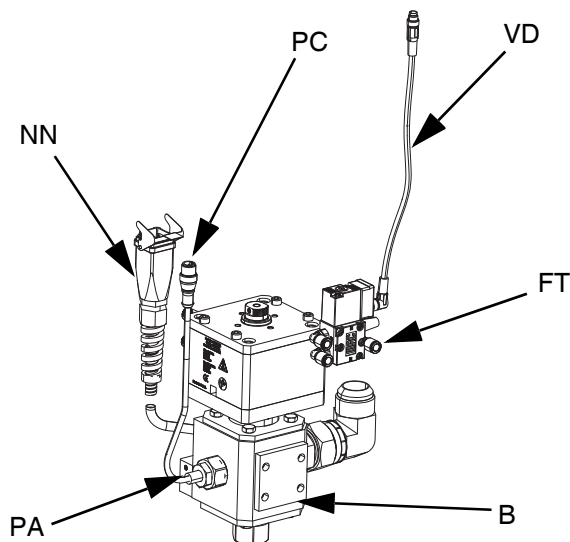

FIG. 24
- 9. Collegare la linea dell'aria (AR) (non fornita) al raccordo dell'aria (FT) sul solenoide della valvola di erogazione. Vedere il manuale di "Istruzioni per valvole di erogazione assiali - Parti". Vedere FIG. 24.
Vedere **Collegamenti di comunicazione del comando elettrico** per pistoni singoli a pagina 16. Vedere FIG. 24.
- b. Collegare l'estremità a 90 gradi del cavo M8 a 4 pin incluso (VD) alla valvola di erogazione, e l'estremità diritta del cavo dell'elettrovalvola verso (VC). Vedere FIG. 24.
- a. Collegare il cavo del solenoide della valvola di erogazione al connettore del solenoide della valvola di erogazione in tandem (YY) sul blocco tandem (R).
- b. Collegare l'estremità a 90 gradi del cavo M8 a 4 pin incluso (15N040) alla valvola di erogazione, e l'estremità diritta del cavo dell'elettrovalvola verso (VC). Vedere FIG. 24.
- c. Collegare un'estremità maschio dello splitter M8 a 4 pin (TT) sul blocco tandem (R) all'estremità M8 a 4 pin del cavo splitter collegato alla porta 4 sull'unità di comando elettrica (AB) per il pistone 1 e il pistone 2.